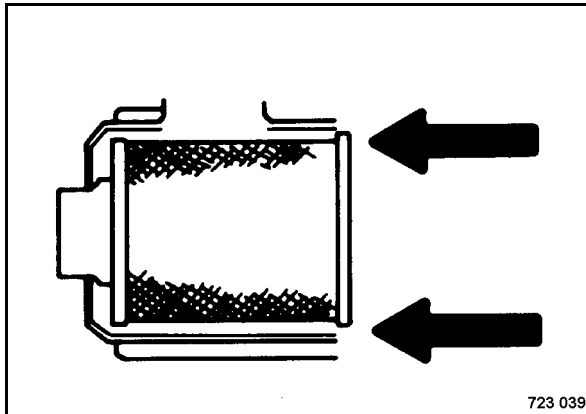

Fig. 143
- Instalar el elemento filtrante principal (Fig. 143).